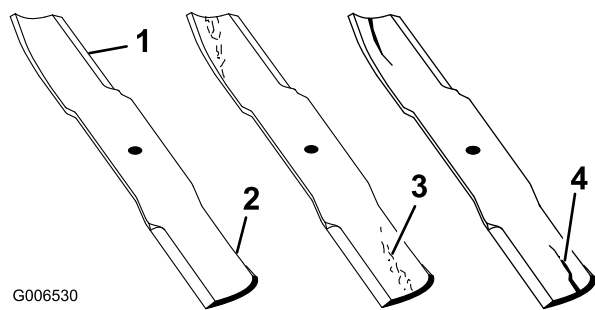

図 28
2. ブレードの切っ先を注意深く観察、特に、直線部と曲線部が交わる部分をよく観察する（図 28）。この、直線部と曲線部の交差域は、砂などによる磨耗が進みやすい部分なので、機械を使用するまえによく点検することが必要。磨耗が大きい場合には（図 28）危険であるから交換する；「ブレードの取り外し」を参照。
ブレードの磨耗を放置すると、ブレードのセール部と平坦部との間に割れ目が発生する（図 28）。この割れ目が拡大すると、最終的にはブレードがちぎれてハウジングの下から飛び出し、これがオペレータや周囲の人に重大な人身事故となる。